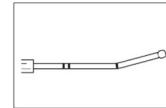

Abbildung 5: Keilbeinbiegung
- **Keilbeinhöhlen:** Beim Zugang zur Keilbeinhöhlenmündung wird eine leichte Biegung (Abbildung 5) empfohlen.